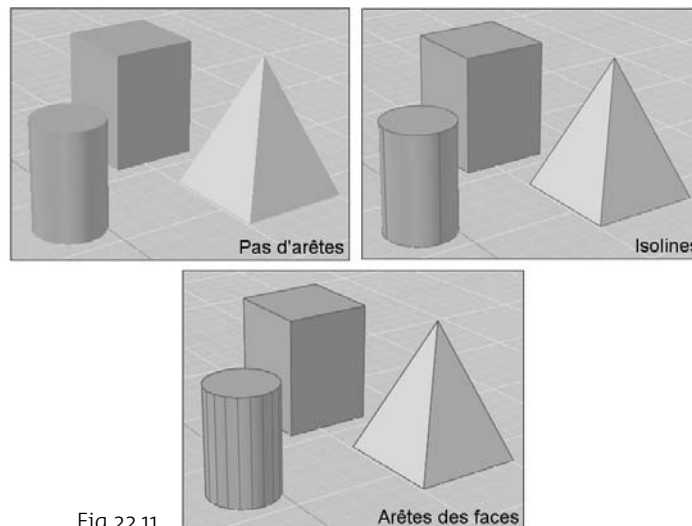

Fig.22.11
- **Mode d'arête** (Edge mode) : définit l'affichage des arêtes sur Arêtes de facette, Isolignes ou Aucun (fig.22.11).